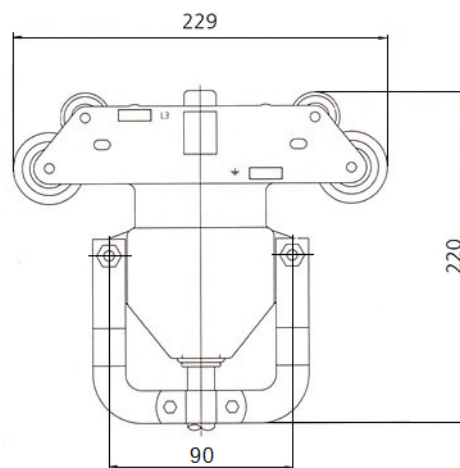

Рисунок 12 – Общий вид токосъемной каретки с токосъемными щетками на 40А.
3.11. Характеристика токосъемной каретки с токосъемными щетками на 35-40А (см. рис.12):